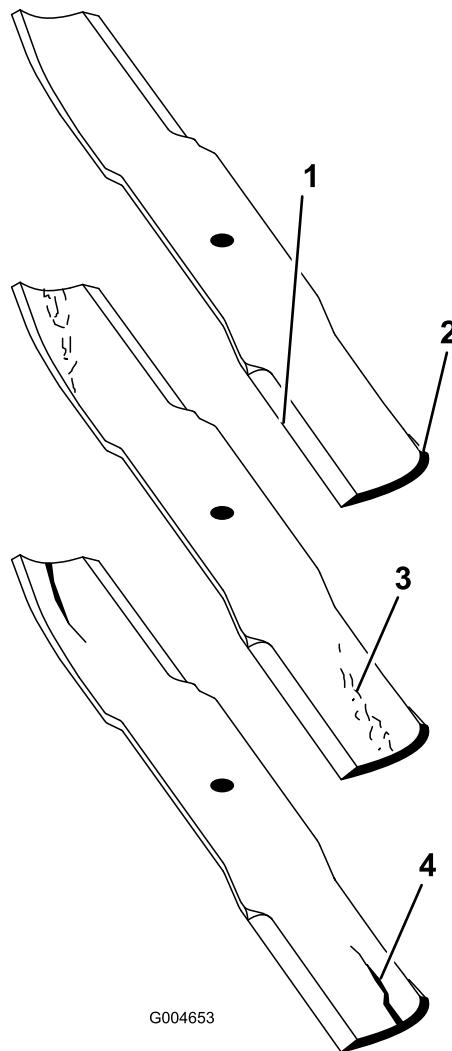

Figura 19
1. Controllate i taglienti (Figura 19). Se i taglienti non sono affilati o mostrano delle tacche, togliete le lame e affilatele. Vedere Affilatura delle lame.
2. Controllate le lame, in particolare la costa (Figura 19). In caso di danni, usura o scanalature nell'area (Figura 19), montate immediatamente una nuova lama.